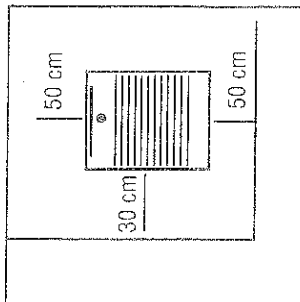

Fig. 2
- Laissez toujours un espace libre autour de l'appareil, et 100 cm en façade (fig. 2).